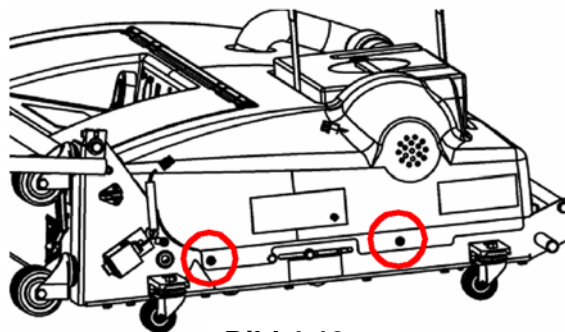

Bild 4-13
1. Lås upp oljeutrymmets dörrspärrar, koppla från vakuumslangen och ta ut avfallstanken, ta av locket till rengöringsmedelstanken, skruva av de två skruvarna på vardera sida av huven (se bild 4-13) och lyft av huven från ramen. Lägga skruvarna åt sidan.